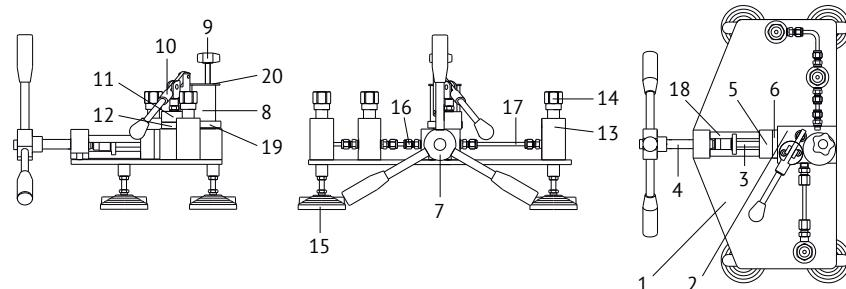
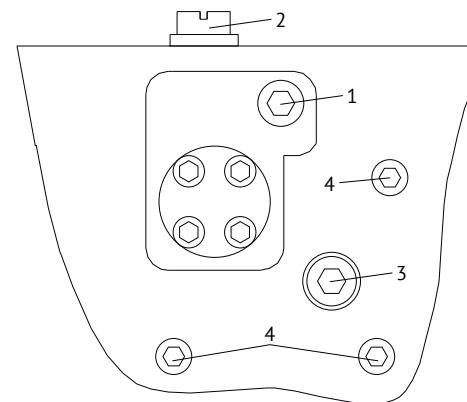

Рис. 1. Гидравлическое устройство для сравнительной калибровки:
Рис. 2. Расположение технологических винтов:
4.1 Внешний вид прибора показан на Рис. 1.
4.2 Основание устройства выполнено в виде *стальной плиты 1* (Рис. 1), снабженной четырьмя регулируемыми опорами 15. Блок *создания давления 2* представляет собой стальной параллелипипед, с выполненными в нем полостью основного штока, полостью ручного насоса и всеми необходимыми каналами и клапанами. На блоке создания давления, сверху закрепляются *ручной насос 10*, *основание стакана 19* и *стакан для рабочей жидкости 8* и *вентиль сброса давления 9*, на передней стороне узел основного штока. С боков от блока создания давления расположены стойки 13 с гайками 14 для присоединения образцового средства измерения (правая стойка) и двух или одного поверяемых (левые стойки). В случае поверки одного средства измерения в свободную стойку устанавливается заглушка. Блок создания давления и стойки соединены между собой с помощью фитингов и трубок высокого давления. Для слива рабочей жидкости из устройства предусмотрен специальный винт 1 (Рис. 2) со специальным уплотнением, расположенный снизу блока создания давления. Винт 2 (Рис. 2) предназначен для слива рабочей жидкости из полости ручного насоса.
С помощью *ручного насоса 10* (Рис. 1) рабочая среда перекачивается из *стакана 8* в полости основного штока и стоек 13 со средствами измерений. Ручной насос необходим для предварительного сжатия воздуха, оставшегося в присоединенных средствах измерений, с целью уменьшения его объема. Величина ручного накачивания зависит от диапазона измерения установленных СИ, но не должна превышать 3 МПа. Далее, с помощью вращения *штурвала 7* по часовой стрелке и *винта 4*,двигающего *шток 3*, плавно создается необходимое давление. Для уменьшения давления штурвал необходимо вращать в обратную сторону. Для сброса оставшегося давления предусмотрен *вентиль сброса давления 9*.
8.3.1 Полностью выкрутите винт 1 (Рис. 2) предварительно подставив под устройство ёмкость подходящего размера.